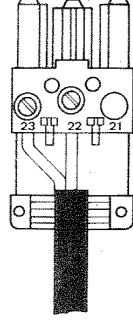

Abb. 5 Anschluß der Leitung vom Außentemperatursensor in Gegenstecker **1**
1. Anschlußleitung vom Außentemperatursensor (2-adrig) in Gegenstecker **1** entsprechend Abb. 5 anschließen. Die Adern sind vertauschbar.